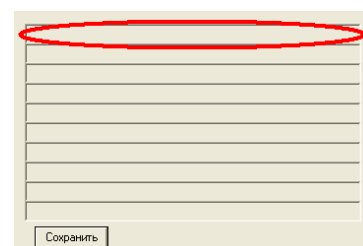

Рисунок 30
- После того, как все файлы записи сигнала будут обработаны, открыть вкладку «Результаты». Нажимая на строки ввода данных (Рис. 30), выбрать файлы результатов. При этом в строке «Итог» будут отображаться результаты усреднения по выбранным данным. Этот результат нужно сохранить, нажав кнопку «Сохранить» (Рис. 30). Программа Signal+ создаст текстовый файл с результатами усреднения.